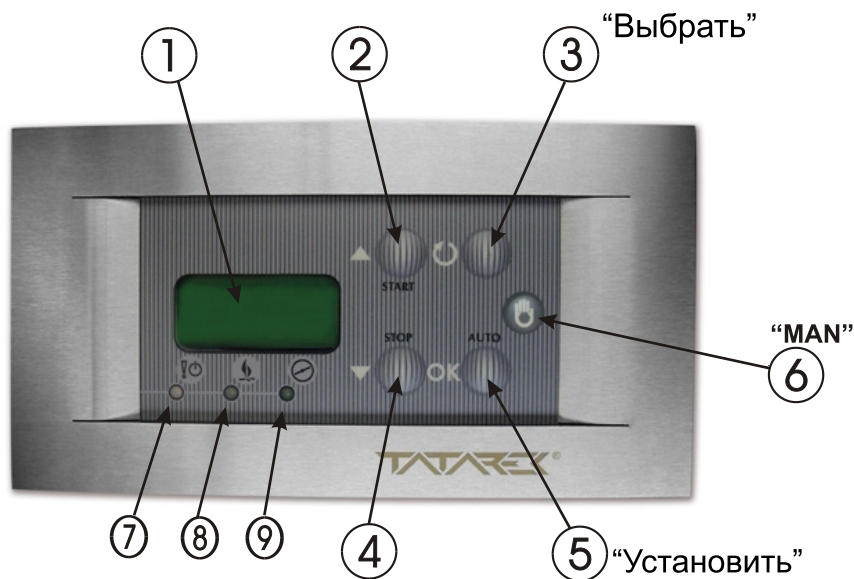

Рис.2 Вид панели управления
На панели управления (Рис.2) находятся элементы контролирующие работу регулятора. В состоянии покоя горит только зеленая контрольная лампочка(7) состояние контроля. Включение регулятора наступает после открытия дверцы камеры сгорания. Закрытие дверцы начинает цикл разжигания и горит при этом зеленая лампочка(8).